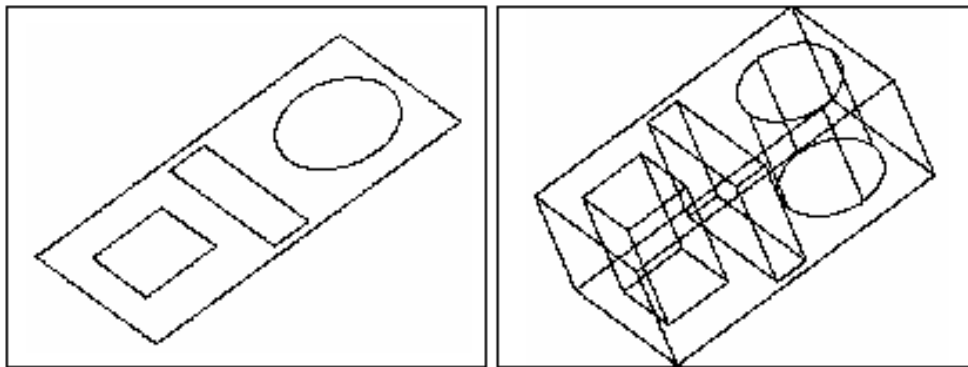

Рисунок 12 - К заданию 2.2.1
2.2.1 Построить выдавленное тело (рисунок 12). Глубина выдавливания: 100.